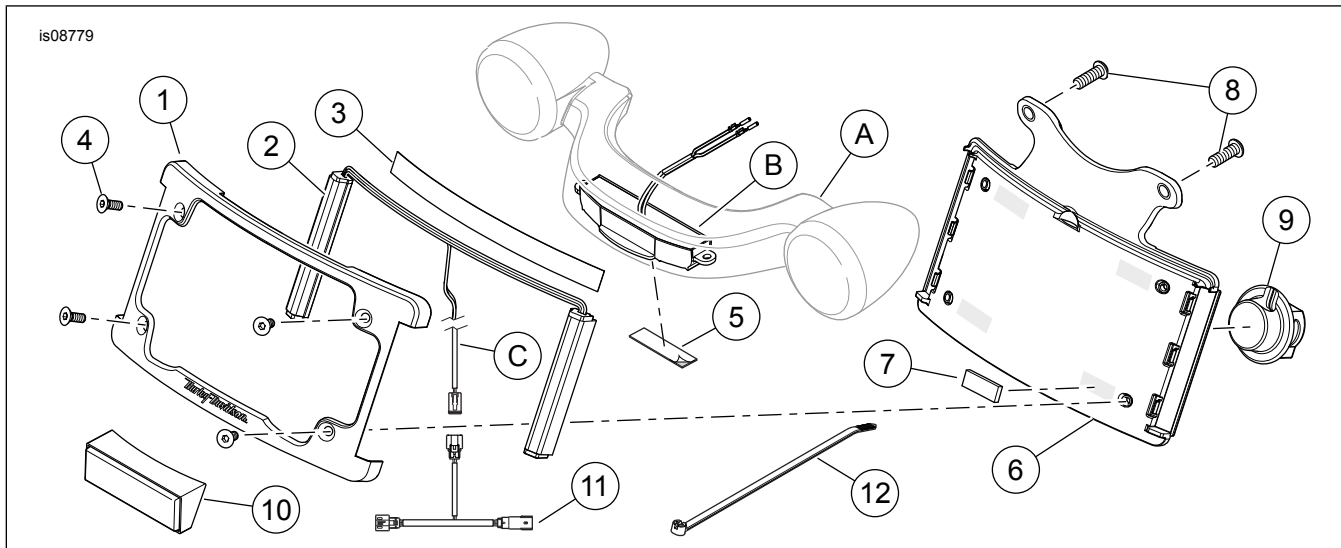

Figure 5. Pièces de rechange, Kit de montage pour le cadre de plaque d'immatriculation incurvé à DÉL
Voir Figure 5 et Tableau 1.
1. Voir Figure 5 . Retirer le cadre chromé/noir (1) de l'ensemble de cadre de plaque d'immatriculation incurvé. Conserver les quatre vis à tête plate (4).
2. Déposer et conserver les deux vis attachant la barre d'éclairage (A) sur le garde-boue.
9. Déposer et mettre au rebut l'œillet de garde-boue Équipement d'origine. Prendre le nouvel œillet (9) du kit. Voir Figure 5 .
10. Acheminer le faisceau de la barre d'éclairage et du cadre de plaque d'immatriculation incurvé (C) à travers l'œillet fendu du dessous du garde-boue.
11. **Modèles de 2014 et plus récents** : monter l'ensemble de support du cadre de plaque d'immatriculation incurvé (1) et l'ensemble de réflecteur d'origine sur la barre d'éclairage (A).
- a. Utiliser deux vis **neuves** (8) et les rondelles conservées précédemment. Serrer.